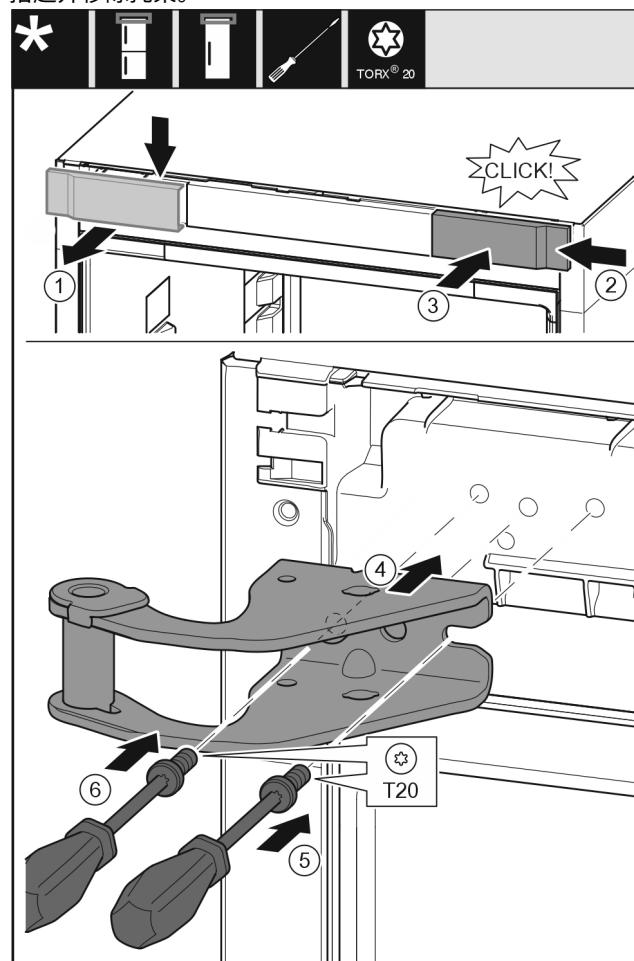

Fig. 13
- 从上方朝前取下盖板。Fig. 13 (1)
- 将盖板旋转 180° 至另一侧从右边挂上。Fig. 13 (2)
- 卡入盖板。Fig. 13 (3)
- 装上上方的托架。Fig. 13 (4)
- ▶ 用 T20 螺丝刀放上并旋紧螺钉。Fig. 13 (5)
- ▶ 用 T20 螺丝刀安装并旋紧螺钉。Fig. 13 (6)